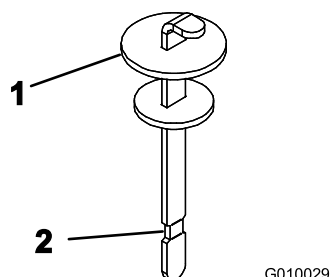

Bild 20
4. Entfernen Sie den Peilstab aus dem Einfüllstutzen und wischen ihn mit einem sauberen Lappen ab. Stecken Sie den Peilstab in den Einfüllstutzen und ziehen ihn dann heraus, um den Ölstand zu prüfen. Der Ölstand sollte bei der Marke am Peilstab liegen (Bild 20).